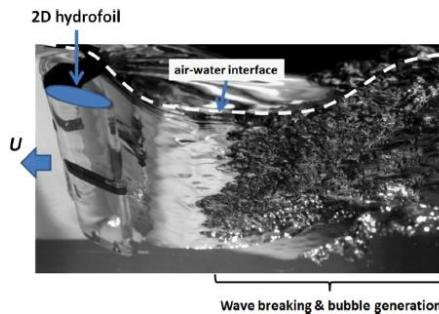

図3 水中翼による気泡発生状況
- 船舶の抵抗低減に対して有効に働く微細気泡を効率的に、しかも大量に発生させることができ可能となった（図3）。